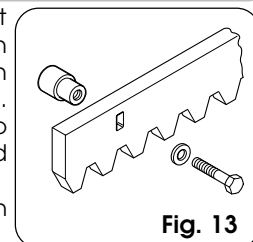

Fig. 13
4.4.1. STALEN TANDHEUGEL DIE VAST WORDT GELAST (fig. 13)